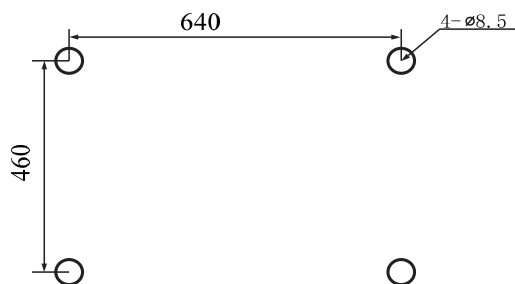

图4-2 安装孔示意
1. 太阳能电池板支架上的汇流箱安装孔尺寸需要符合如图 4-2 所示的要求（单位 mm）。